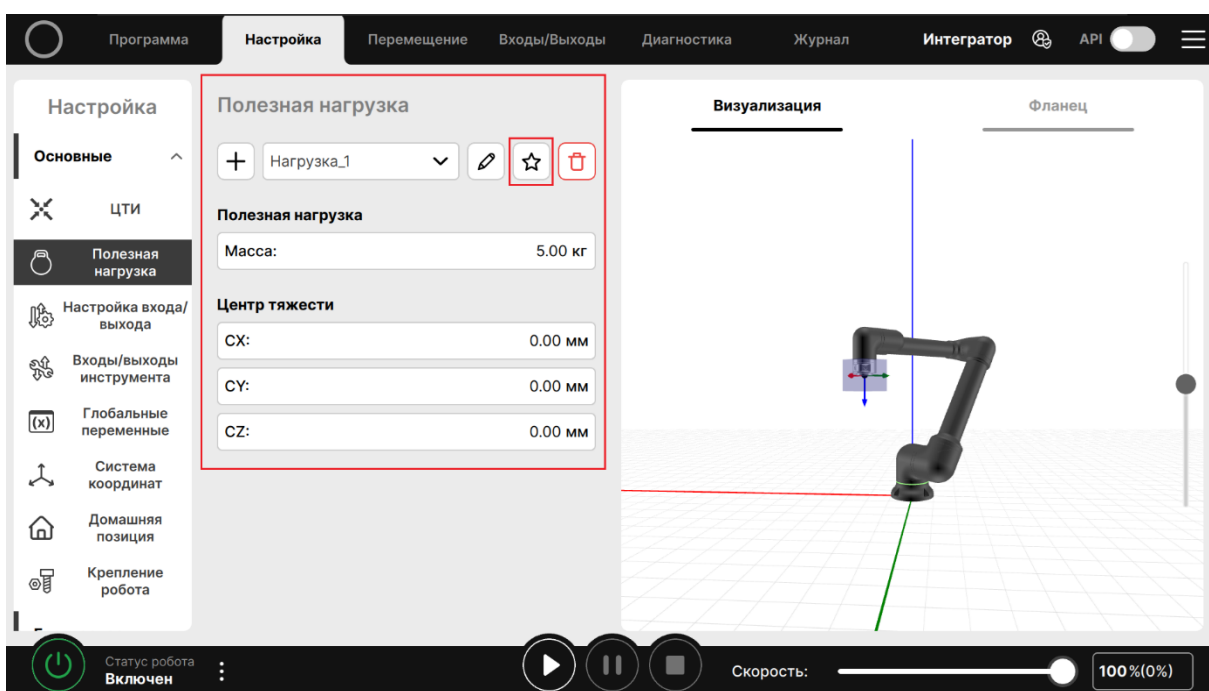

Рисунок 40 — Меню установки полезной нагрузки
- 1. Задать параметры полезной нагрузки** (указать физически установленную нагрузку на фланце манипулятора). Выбрать заданную полезную нагрузку по умолчанию с помощью «звездочки» (Рисунок 40).